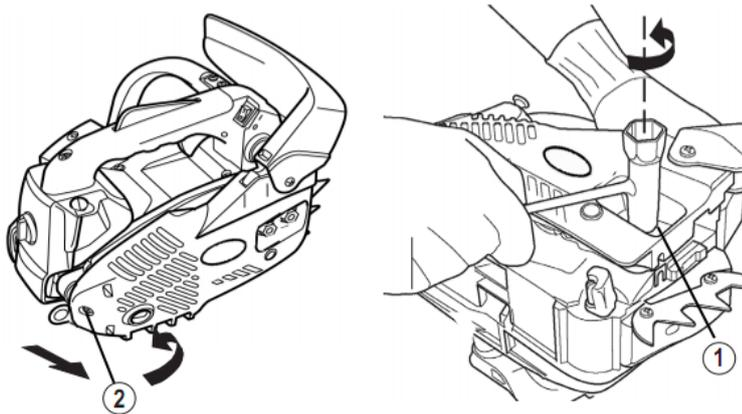

Fig.6
3) Dévisser les écrous (fig.6 item 1) et la vis (fig.6 item 2) et enlever le